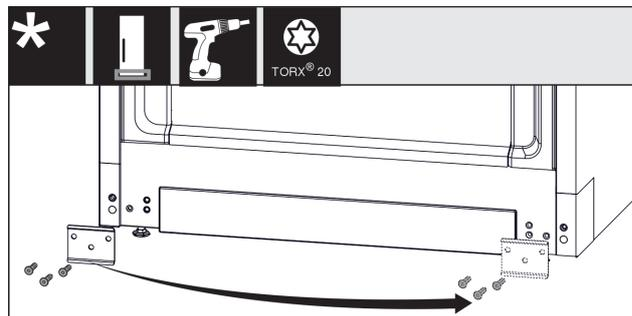

Fig. 10
- ▶ Dévisser la plaque, la placer de l'autre côté et la revisser. Fig. 10 (1)
- ▶ Remettre en place le cache de l'autre côté. (1)